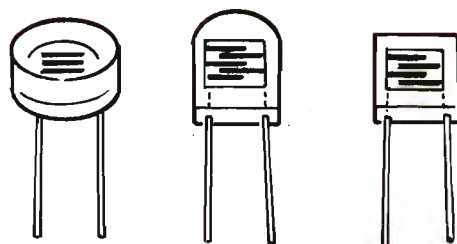

Fig. 3 - In commercio si possono trovare fotoresistenze di forme diverse. Quelle qui riprodotte sono certamente le più comuni fra tutte.
Fig. 3 - Principali fasi di preparazione dei conduttori delle linee di alimentazione positiva e negativa del circuito descritto nel testo. Presaldatura (1), saldatura (2), risultato finale (3).
Fig. 3 - Questo disegno riproduce lo spaccato di un comune altoparlante. La bobina mobile, collegata con il cono di carta, non deve toccare le espansioni polari del magnete permanente. I suoi terminali, qui indicati con la lettera T, rimangono irrigiditi ed isolati sul cestello metallico.